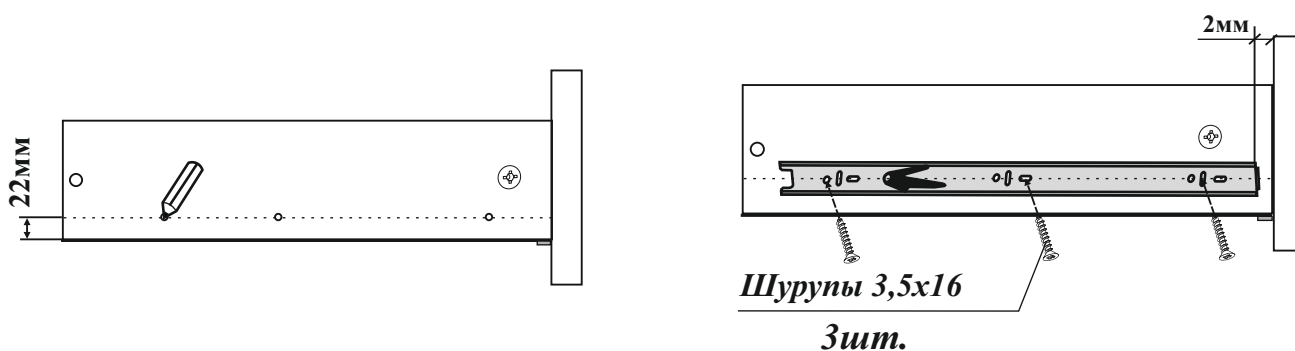

Рис.9
1. Провести линию карандашом на боковых стенках ящиков (левых, поз.11 (4 шт) и правых, поз.11.1 (4 шт), соединив существующие накладки видимой линией (см. рис.9)
2. Приложить направляющую к каждой боковой стенке ящика так, чтобы центры отверстий направляющей совпали с линией на боковой стенке ящика, выдержав размеры, показанные на рис.9
3. Крепить направляющие к каждой боковой стенке ящика шурупами 3,5х16 (поз.26) – 3 шт (см. рис.9).